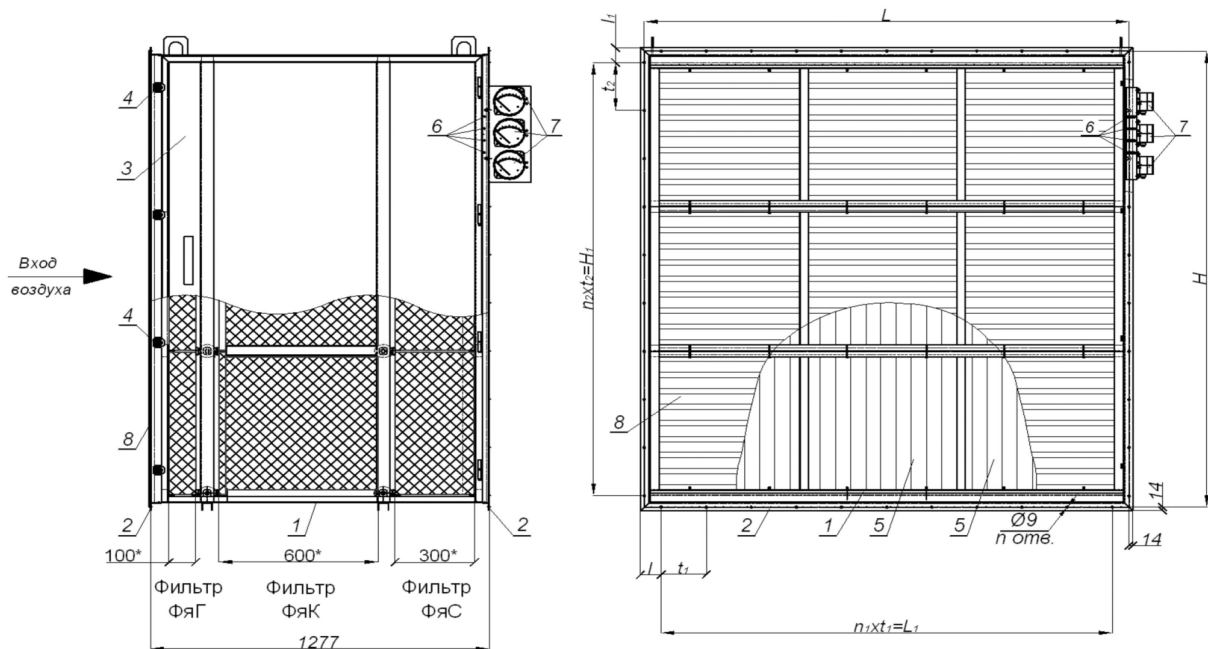

Рис. 1 Схема секции воздушных фильтров ССФ-В3
На рис. 1 и 2 представлено одно из возможных решений секции воздушных фильтров ССФ-В, включающее трехступенчатую систему очистки. Данная схема является наиболее распространенной, когда в качестве финишной очистки требуется применение НЕРА фильтров H10÷H14 классов.
Секция воздушных фильтров (рис. 1) состоит из металлического корпуса (1), имеющего на входе и выходе сварные фланцы (2), для присоединения к фланцам вентиляционных систем, посредством болтовых соединений через уплотнительную резину. На боковой стороне корпуса ССФ-В имеется дверь (3), закрываемая с помощью прижимов (4). Герметизация соединения двери с корпусом осуществляется за счет установки специального уплотнения. Дверь может располагаться справа или слева по ходу движения воздуха по техническому заданию заказчика. Для защиты от атмосферных осадков, в случае установки на улице, на входе в секцию ССФ-В, может быть установлена наружная вентиляционная решетка (8).
В процессе эксплуатации секции ССФ-В следует контролировать аэродинамическое сопротивление фильтров по показаниям приборов регистрации, присоединенных к штуцерам (6) (рис.1).